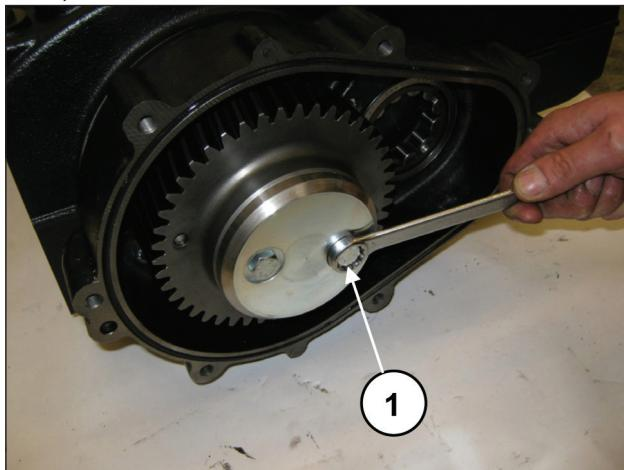

图 12
拧松固定冠齿轮止动件（①，图 12）的螺栓并将之拆除（①，图 13）。